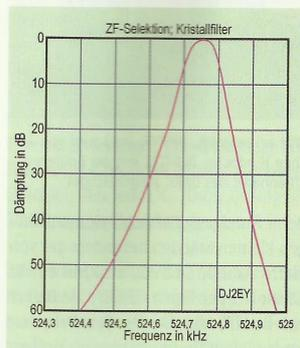

Bild 2: Auch auf ZF-Ebene wird gefiltert, hier mit Kristalltechnik
- der Zwischenfrequenzselektion mit einer Bandbreite von 100 Hz (Bild 2) zum Herausfiltern des gewünschten Signals und